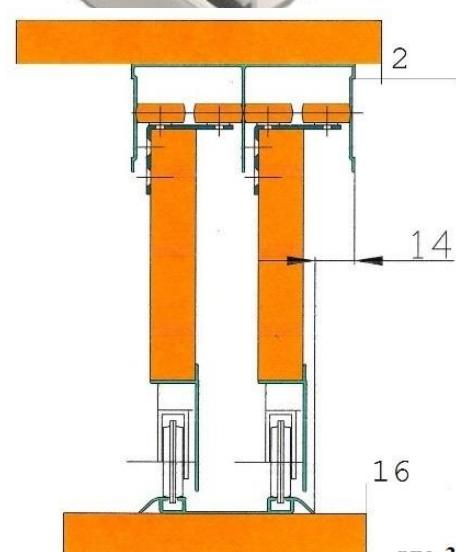

рис. 3
10. На дно 2 крепим саморезами 4,2x16 ходовой двойной профиль KR-05 (как указано в схеме на рис.3).
11. На крышу 1 крепим саморезами 4,2x16 направляющий Ш-образный профиль KR-02 (как указано в схеме на рис.3).
Крепится на верхней внутренней поверхности потолка шкафа (рис.3) саморезами 4,2x16 и служит направляющей для верхней части дверей.
Крепится на нижней внутренней поверхности пола шкафа (рис.3) саморезами 4,2x16 и служит опорой и направляющей для нижней части дверей. Длина выбирается равной размеру внутреннего пространства шкафа между боковыми стенками.